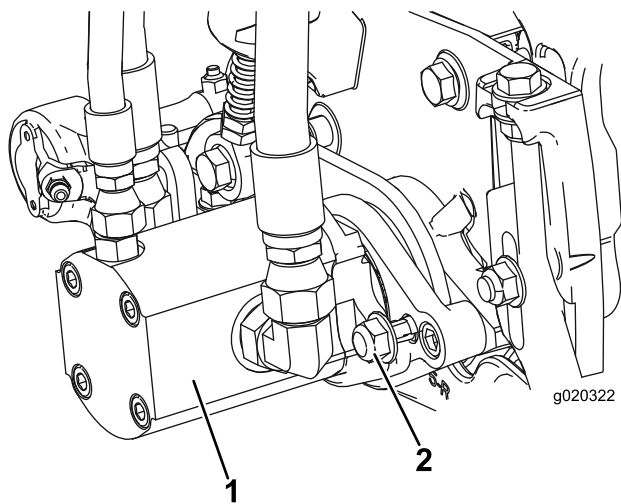

Figura 13
17. Instale el motor girándolo en el sentido de las agujas del reloj de modo que las bridas del motor no choquen con las contratueras (Figura 13). Gire el motor en sentido antihorario hasta que las bridas rodeen las tuercas, luego apriete las tuercas.